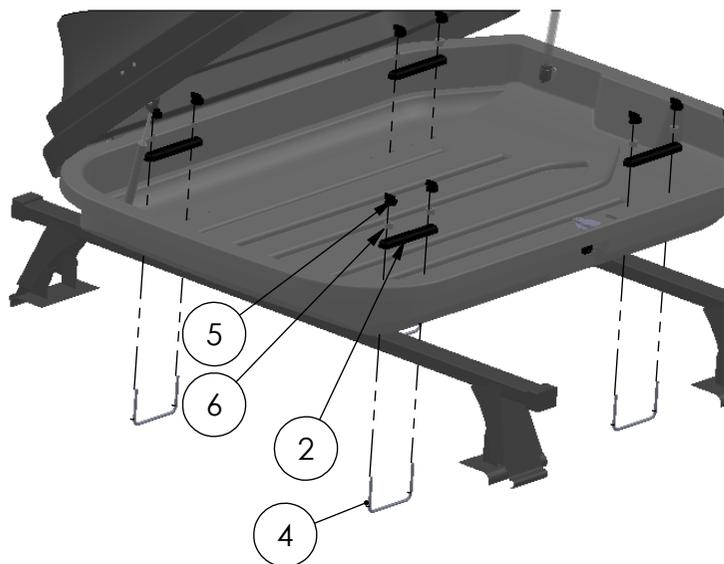

fig. 2
- Posicionar o rack entre os dois pares de furos feitos no **PASSO 01**. Em seguida, monte os itens 4,2, 6 e 5 conforme a fig. 2 com aperto firme.